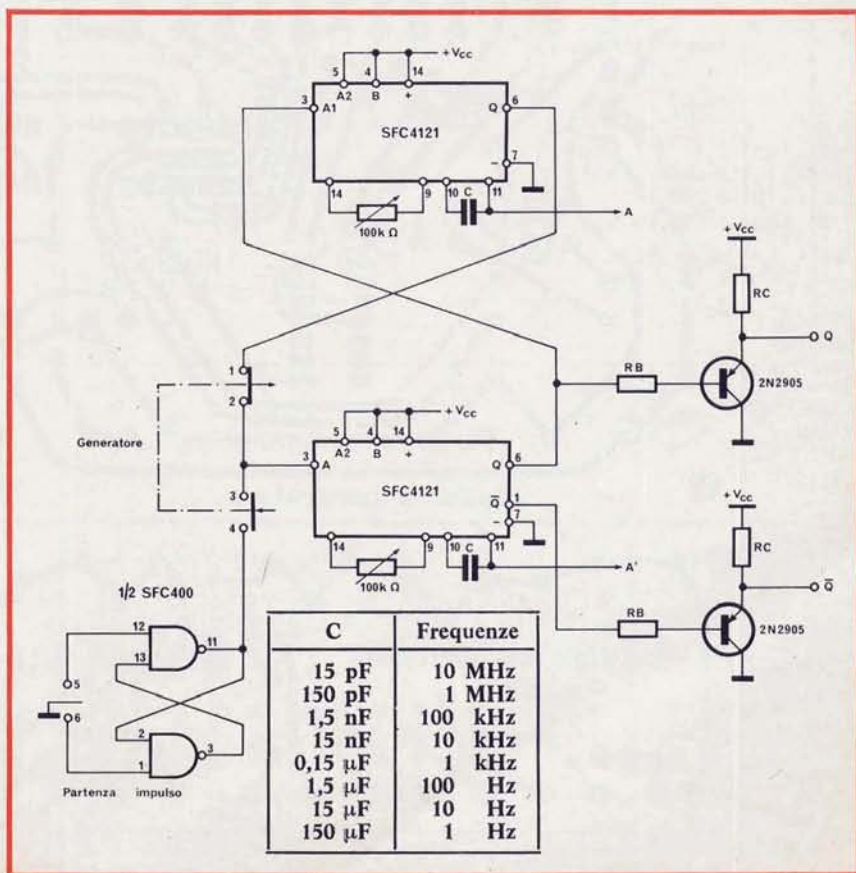

Fig. 1 - Schema elettrico del generatore d'impulsi con circuiti integrati TTL.
**E** saminando lo schema elettrico del generatore d'impulsi riportato in fig. 1, si può vedere che è equipaggiato con circuiti integrati logici del tipo TTL.
Prendiamo ora in considerazione lo schema di fig. 1. L'oscillazione si ottiene per mezzo di due circuiti monostabili, cioè i due circuiti integrati SFC 4121. Quando a uno degli ingressi A1, viene applicato un segnale alto o basso, all'uscita Q o  $\bar{Q}$  si trova un impulso di larghezza costante e indipendente dallo stato che si aveva all'ingresso.